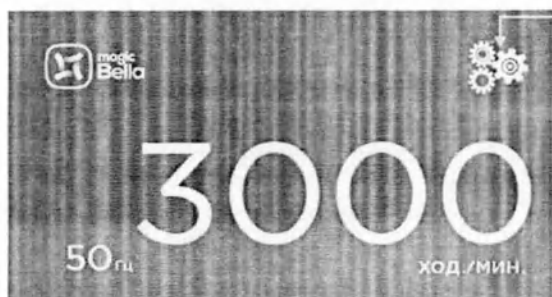

Рис. 26. Запуск Аппарата
- ② В рабочем состоянии на экране отображается индикатор работы манипулы, обозначенный под цифрой 2 на Рис. 26.